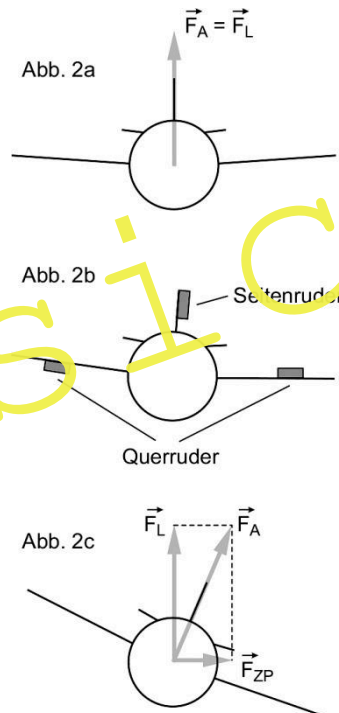

Abb. 2: Einleitung Kurvenflug
Man spricht von einem *koordinierten Kurvenflug*, wenn zu dessen Ausführung sowohl Seiten- als auch Querruder koordiniert betätigt werden (Abb. 2). Will man beispielsweise aus dem Horizontalflug, bei dem die Auftriebskraft \vec{F}_A gleich der Luftkraft \vec{F}_L und somit der Gewichtskraft \vec{F}_G ist, eine Kurve nach links – wie in Abb. 2 b zu sehen – einleiten, so muss das linke Querruder nach oben bewegt werden. Dies führt dazu, dass am linken Tragflügel der Auftrieb aufgrund der Bremswirkung reduziert wird. Umgekehrt wird das rechte Querruder nach unten bewegt, was durch eine stärkere Ablenkung des Luftstromes nach unten zu einer Auftriebserhöhung führt.
2. Aus Abb. 2 ist zu entnehmen, dass durch die vektorielle Zerlegung des Auftriebs in eine senkrechte und waagrechte Komponente – eingeleitet durch die entsprechenden Ruderbewegungen – der Kurvenflug möglich wird.